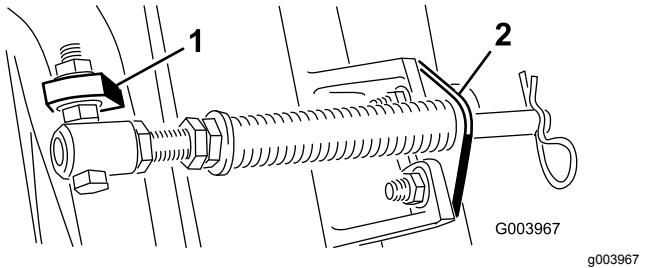

**Bild 10**
- A. Nehmen Sie die zwei Schlossschrauben und Muttern ab, mit denen die Stangenhalterung an den Nasen der Schneideeinheit befestigt ist (Bild 10).
- B. Nehmen Sie die Bundmutter ab, mit denen die Schraube des Federrohrs an der Nase des Trägerrahmens befestigt ist (Bild 10)